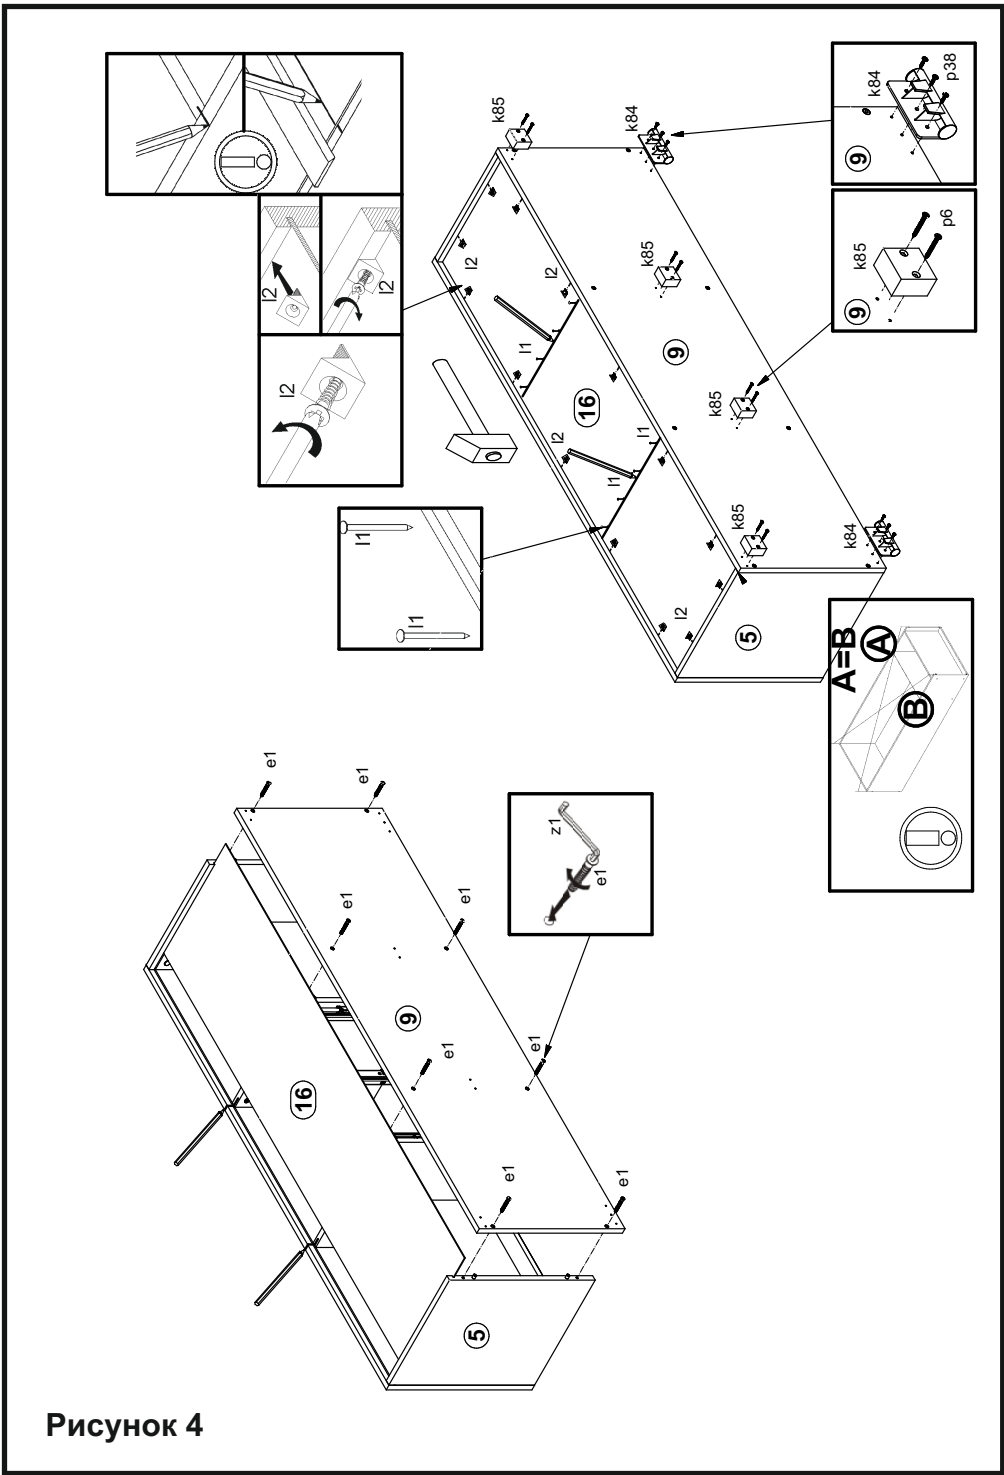

Рисунок 4
- В пазы деталей **4, 5, 8** вставить стенку заднюю **16** (см. рис. 4).
- Присоединить щит **9** к стенкам **4, 5, 6, 7**, затянуть конформаты **e1**, пользуясь ключом **z1** (см. рис. 4).
- В отверстия  $\varnothing 3$  мм на нижней поверхности щита нижнего **9** закрепить опоры полимерные **k85** шурупами **p6**, а также опоры полимерные **k84** шурупами **p38** (см. рис. 4).
- Выводить корпус изделия, измеряя рулеткой расстояние между противоположными углами по диагонали. Расстояния должны быть равными (см. рис. 4)
- Закрепить стенку заднюю **16** на корпусе изделия гвоздями **l1** с шагом 80-120 мм, элементами крепления задней стенки **l2** (см. рис. 4).